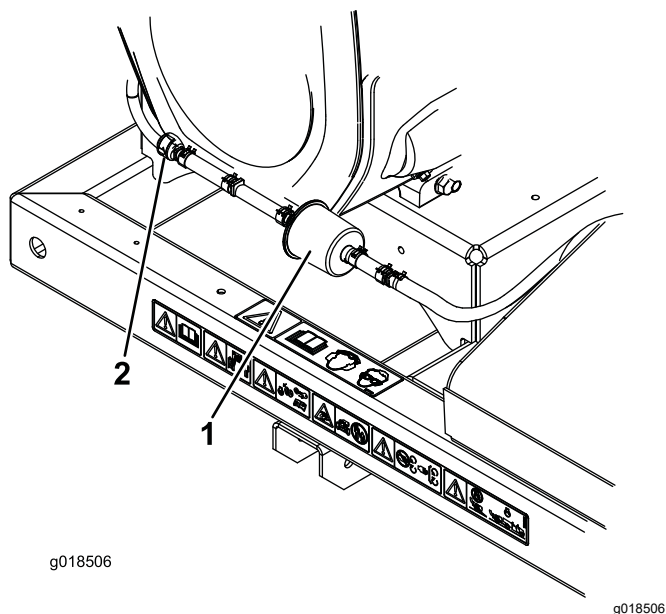

Figura 24
2. Îndepărtați de filtru clemele de furtun cu arc ale filtrului cu linie de purjare pentru recipientul din carbon (**Figura 24**).
3. Îndepărtați și eliminați filtrul de carbon (**Figura 24**).
4. Instalați un filtru nou în furtun, cu săgeata de pe filtru orientată în direcția supapei de reținere, și fixați-l cu ajutorul colierelor de furtun (**Figura 24**).